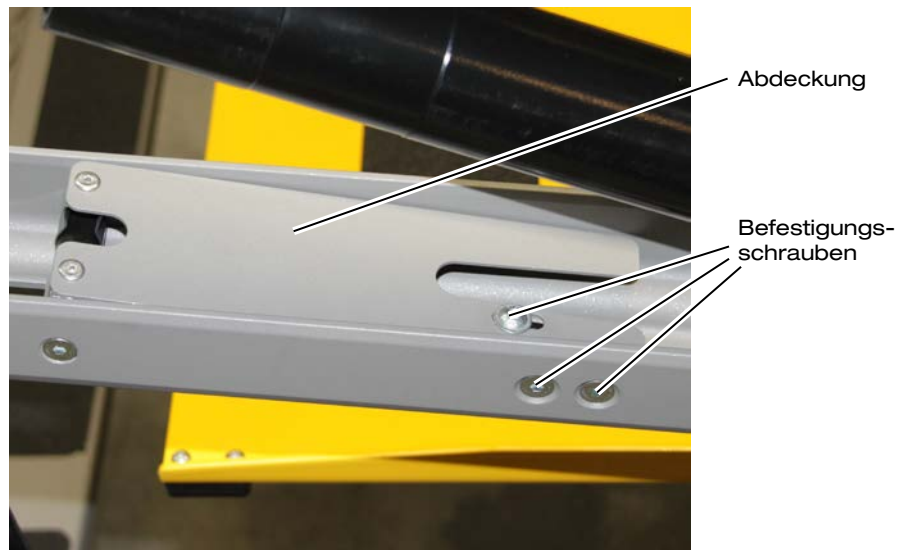

Abbildung 33: Befestigungsschrauben
- ⇒ Senken Sie die Plattform mit der Taste „DOWN“ (2) weiter ab, bis sich der Scheuerschutz des Kniegelenks etwas vom Tragarm entfernt hat.
- ⇒ Lösen Sie die drei Befestigungsschrauben der Mikroschalter (siehe Abbildung 33, Seite 53).
- ⇒ Senken Sie die Plattform mit den Tasten „UNFOLD“ (3) und „DOWN“ (2) ab, bis sich der Scheuerschutz des Kniegelenks etwas vom Tragarm entfernt hat.
- ⇒ Lösen Sie die drei Befestigungsschrauben des Mikroschalters (siehe Abbildung 33, Seite 53).